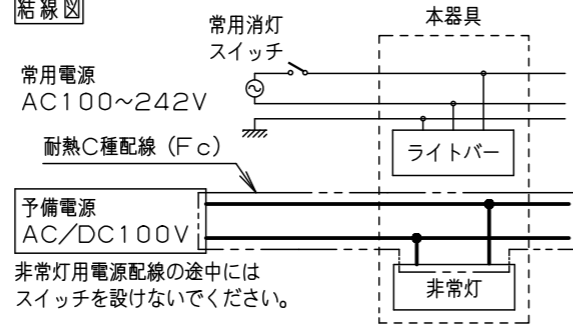

図1
- 下図1・2を参照し、施工可否を事前に確認してください。(詳細は施工説明書をご参照ください。)